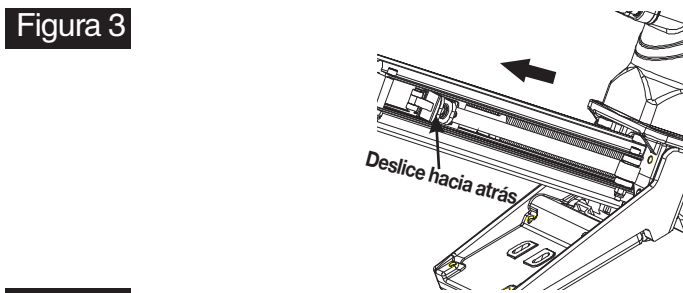

Figura 4
4. Cuando el disparador llegue a la parte posterior del cargador, deje que este se deslice hacia adelante y enganche los clavos presionándolos hacia el extremo de la herramienta. (Consulte la figura 4)